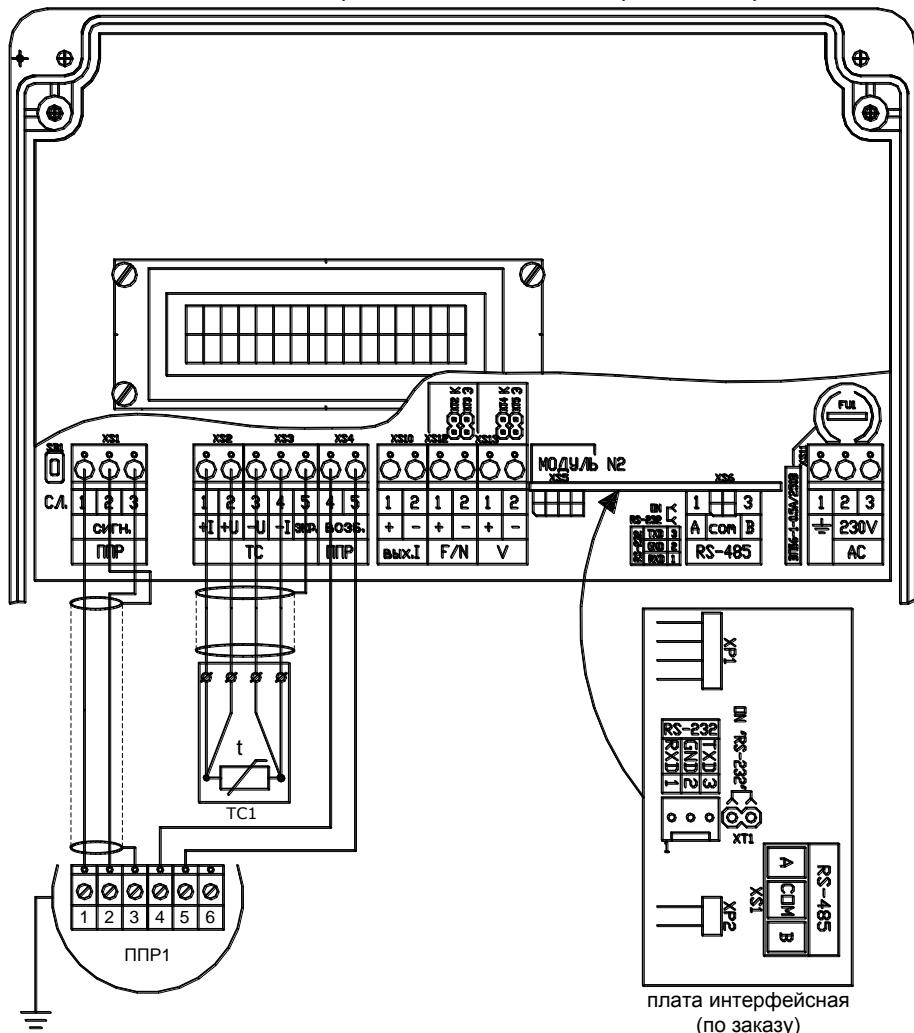

Рис. 8.9
8.7.2 Монтаж электрических цепей должен осуществляться в соответствии со схемой электрических соединений, приведенной на рис. 8.9.
8.7.6 Экран кабеля сигнальных линий должен быть надежно изолирован внешней оболочкой от трубы или металлического рукава, в котором он прокладывается, и присоединен к ППР и ИВБ в соответствии с рис. 8.9.
- 2) Выбор типа интерфейса (RS-232C или RS-485) осуществляется путем установки (снятия) джампера **ХТ1 на плате интерфейской** (см. рис. 8.9а):
Рис. 8.9а
Рис. 8.9б
3) Конфигурация выходных каскадов F/N и V выбирается путём установки/снятия джамперов XT2 (XT4), XT3 (XT5), расположенных за клеммниками F/N и V (см. рис. 8.9б, 8.9в, таблицу 8.2)
Рис. 8.9в
8.7.12 Подключение ТС к ИВБ производится по 4-х проводной схеме в соответствии с рис. 8.9. Для подключения термопреобразователей к ИВБ рекомендуется использовать кабели: КММ $4 \times 0,35 \text{ мм}^2$, ШВВП $4 \times 0,5 \text{ мм}^2$, РПШ $4 \times 0,5 \text{ мм}^2$, КУПР $4 \times 0,5 \text{ мм}^2$ или СПОВ $4 \times 0,5 \text{ мм}^2$. Во избежание дополнительных помех и наводок, а также механических повреждений кабелей линии связи ИВБ с ТС рекомендуется также прокладывать в стальных заземленных трубах или заземлённых металлорукахах. При использовании кабеля КММ $4 \times 0,35 \text{ мм}^2$ экранирующую оплетку кабеля подключить к контакту 5 «экр.» зоны подключения ТС.
8.8.2 Выбор типа интерфейса (RS-232C или RS-485) осуществляется путем установки (снятия) джампера **Х1 на плате интерфейсной** (см. примечания рис. 8.9а):
8.9.2 Проверить правильность монтажа электрических цепей в соответствии с электрической схемой подключения, приведенной на рис. 8.9.